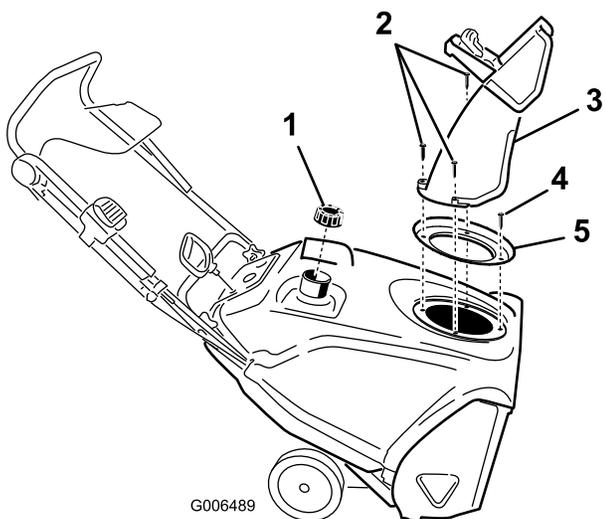

Рисунок 24
3. Снимите разгружающий спуск, ручку разгружающего спуска и уплотнение спуска, для чего снимите 3 больших винта и один малый винт (Рисунок 24).